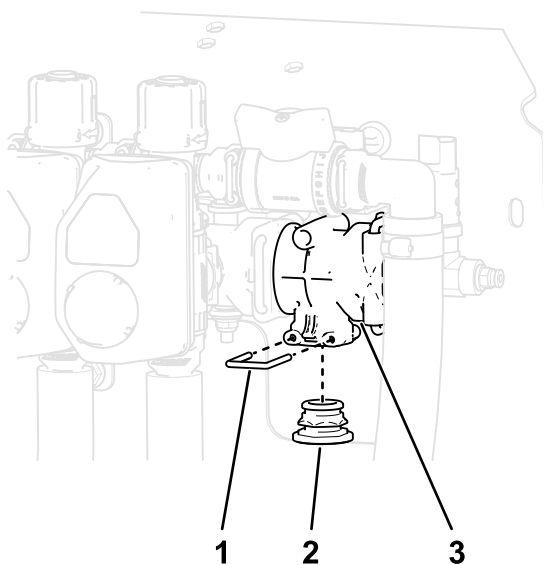

Figura 25
2. Remova o fixador que prende a capa de purga, e remova a tampa de purga da parte de baixo do manípulo do coletor em T da máquina (Figura 25).